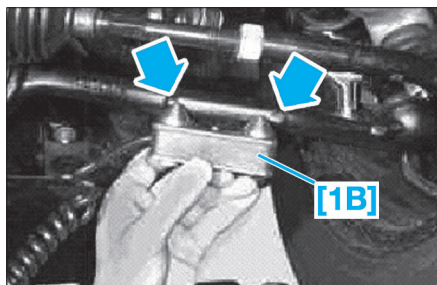

FIG. 2
- Poser le capteur de mesure [1B] (Fig.2) sur le bras transversal et mémoriser la valeur mesurée à l'avant gauche puis à l'avant droit.